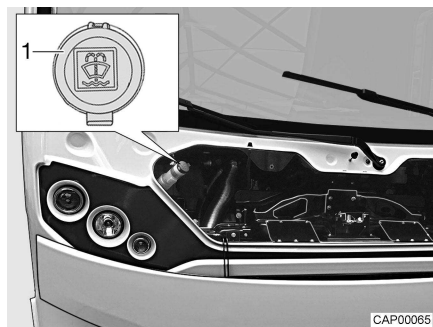

Fig. 7 Tubo de llenado (agua limpia-lavaparabrisas)
- Abrir la tapa (Fig. 7,1) en el tubo de llenado del depósito de agua para lavar.